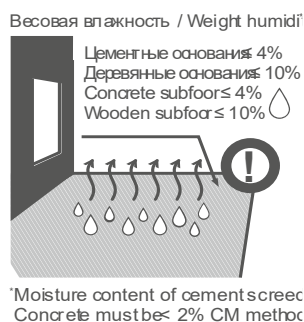

Рисунок 2
- 7.1 Основание должно быть сухим. Перед укладкой необходимо произвести измерения содержания влаги в основании точными приборами. Норма содержания влаги (указана весовая влажность): для цементных оснований – 4%, для ангидридных (гипсовых) оснований – 0,5%; для деревосодержащего основания – 10% (см. Рисунок 2).